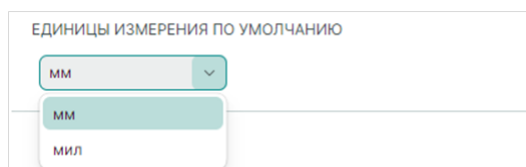

Рис. 68 Выбор единиц измерения
1. Выберите и переключите используемые единицы измерения с помощью выпадающего списка в поле «Единицы измерения по умолчанию», см. Рис. 68.